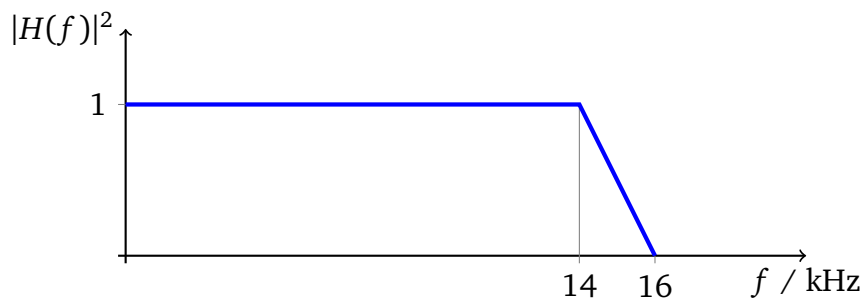

Abbildung 4.2: Leistungsübertragungsfunktion des Mikrofons
- e) Wie groß ist der Signal-Rauschabstand SNR_4 , wenn das Mikrofon eine Leistungsübertragungsfunktion $|H(f)|^2$ gemäß Abb. 4.2 besitzt? (Signalfrequenz $\leq 14 \text{ kHz}$ vorausgesetzt.)